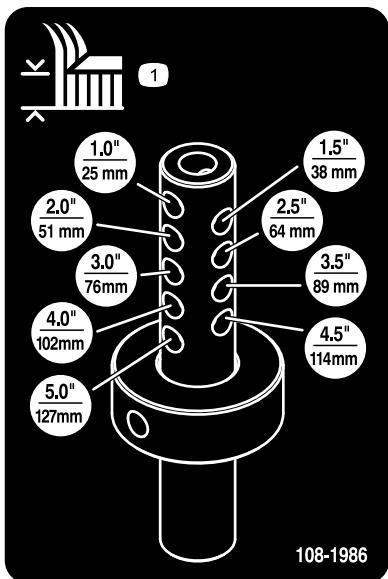

図 10
- 刈高ロッドについている刈高穴から希望する刈高を選び、そこに刈高カラーをセットする（図 10）。